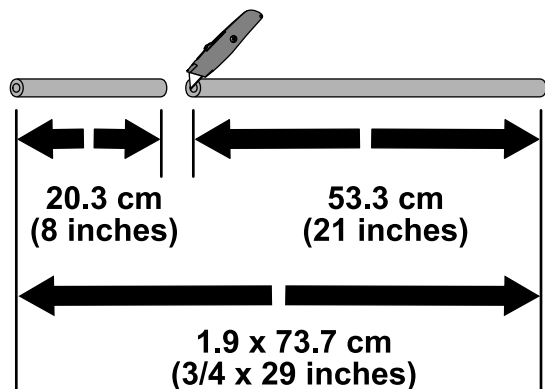

Рисунок 4
- Отмерьте 20,3 см от конца шланга размером 1,9 x 73,7 см и отметьте эту точку (Рисунок 4).